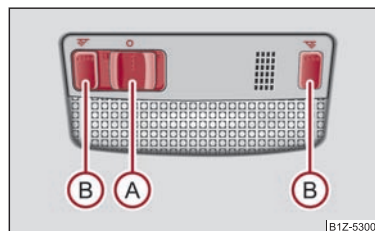

Fig. 39 Iluminarea interiorului cu lămpi pentru lectură
- Dacă apăsați întrerupătorul (A) spre marginea lăpii, apare simbolul ☰ ⇒ fig. 39.